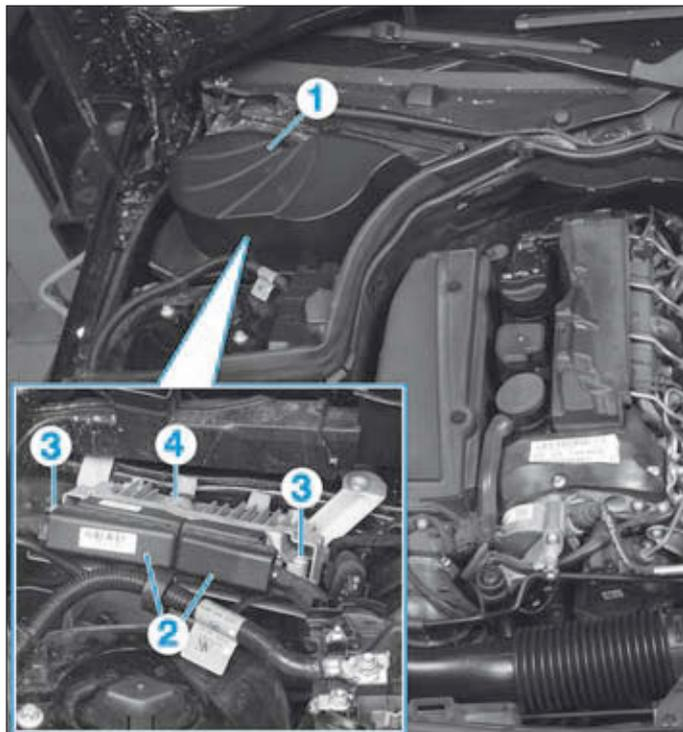

FIG. 26
- Déposer la conduite d'air (1) (Fig.26).
- Déverrouiller puis débrancher les connecteurs (2) du calculateur.
- les vis (3),
- le calculateur de gestion moteur (4).